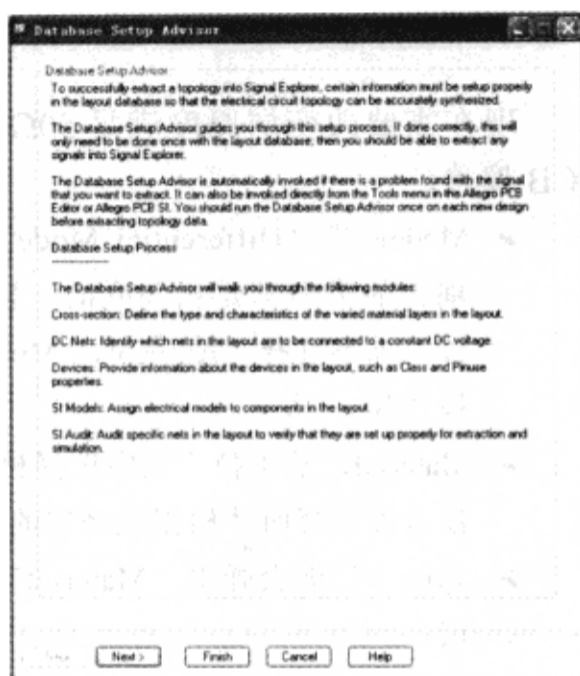
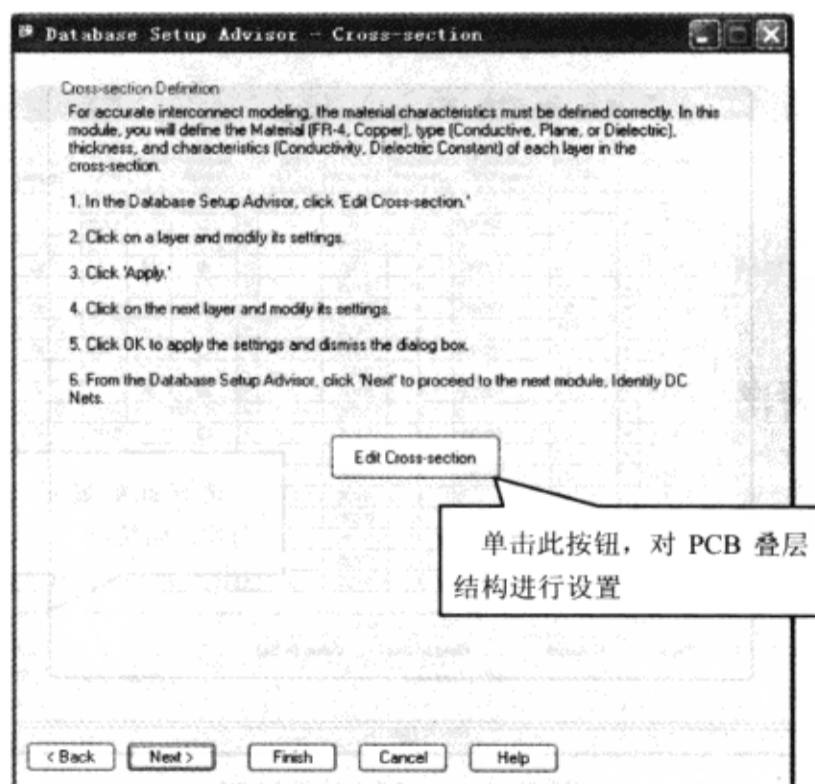

图 2-6-1 “Database Setup Advisor”窗口
图 2-6-2 “Database Setup Advisor-Cross-section”窗口
(1) 在程序文件夹中选择“Cadence”→“Release 16.3”→“PCB SI”，弹出产品选择对话框→选择“Allegro PCB SI XL”。
(2) 执行菜单命令“File”→“Open”，D:\physical\PCB\_ver1\VER1.brd 文件。
(3) 执行菜单命令“Tools”→“Setup Advisor”，弹出“Database Setup Advisor”窗口，仔细阅读“Database Setup Advisor”介绍，如图 2-6-1 所示。
(1) 在图 2-6-1 中单击“Next”按钮→弹出“Database Setup Advisor-Cross-section”窗口，简要介绍了修改 PCB 叠层的必要步骤，如图 2-6-2 所示。